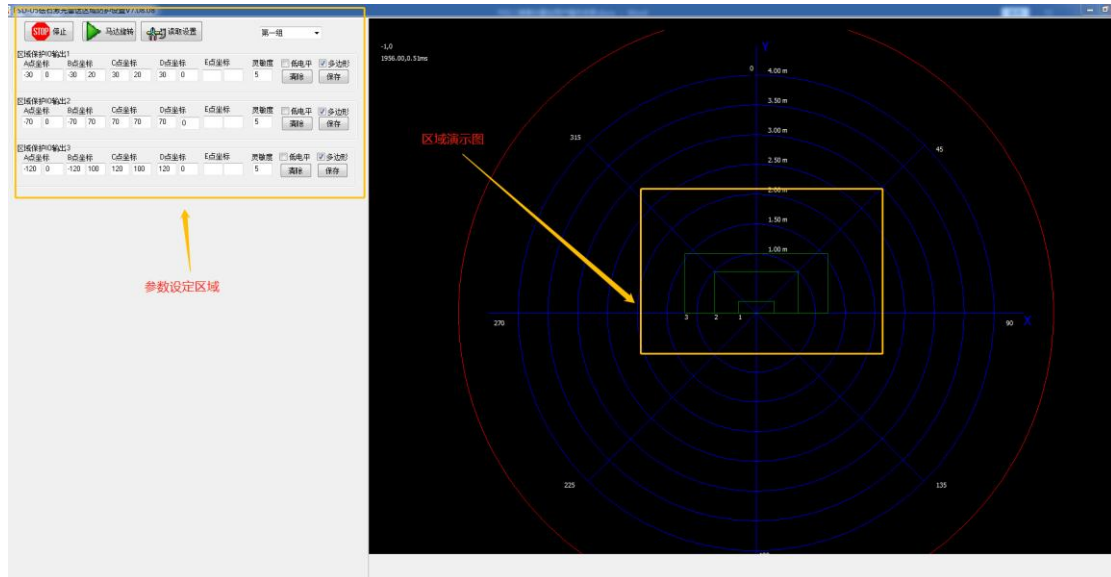

图 1
- c) 软件打开，如图 1 显示，图的左上角黄框里为设置区域，右边黄框为实时显示区域。此时的设置为 3 个矩形安全区域，右边绿色 3 个绿色矩形依次代表。如图 2 所示，当安全区域内，检测到人或障碍物，右边的矩形颜色会从绿色快速变为红色。